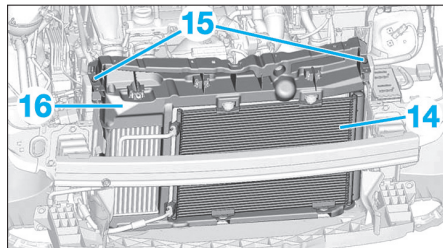

Fig. 50
- le tuyau de ventilation (11) du bac batterie,
- la durit supérieure (12) sur le radiateur de refroidissement,
- le tube de boîte de dégazage (13) au radiateur.
- Dégrafer le condenseur (14) puis le déplacer vers l'avant (Fig.50).